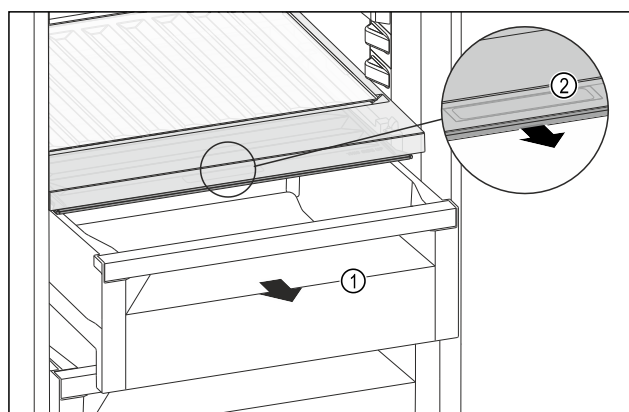

Fig. 122
- Zásuvku Fig. 122 (1) vytáhněte.
- Uchopte prohlubeň pro rukojeť Fig. 122 (2) na víku zásuvky a současně zatáhněte za víko zásuvky směrem dopředu.